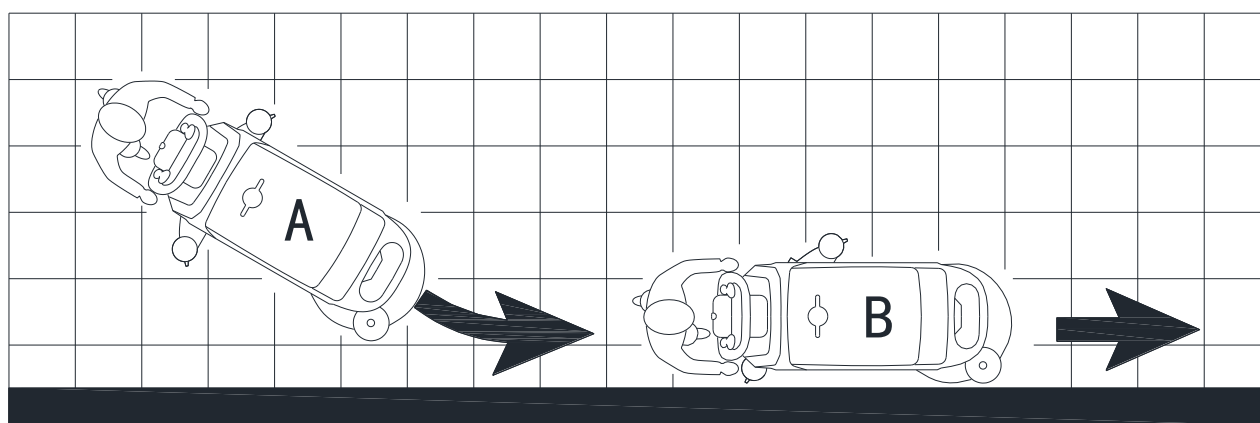

Figura 10
*Per un corretto lavaggio/asciugatura dei pavimenti ai bordi delle pareti, Nilfisk suggerisce di avvicinarsi con il lato destro della macchina come rappresentato in figura 10.*